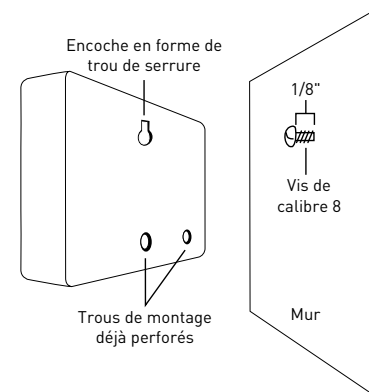

Figure 2 : Accrochez le contrôleur au mur en insérant la vis dans l'encoche en forme de trou de serrure.
- Glissez HRC 100 C sur la vis qui dépasse (dans l'encoche en forme de trou de serrure au dos du contrôleur). Consultez la figure 2.
- Vissez une vis de calibre 8 dans un des deux trous déjà perforés situés dans la partie inférieure du dos du boîtier. Consultez la figure 2.